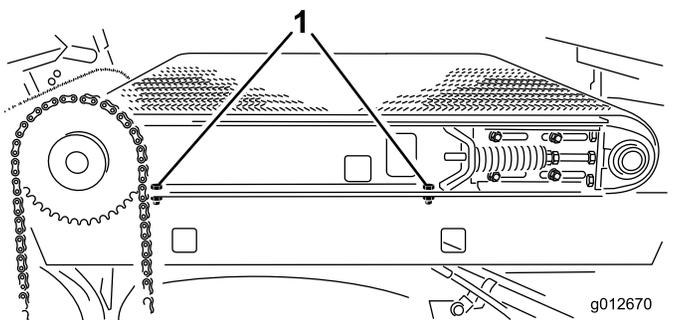

Рисунок 31
2. С правой стороны машины затяните 2 болта, которые крепят балку подвижной рамы к правому крылу (Рисунок 31).